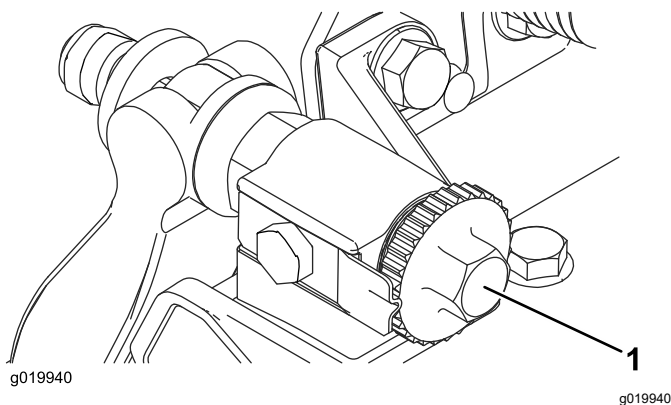

Figure 7
- A. Tournez les vis de réglage de la barre d'appui dans le sens horaire (**Figure 7**), 1 cran à la fois, jusqu'à ce que vous sentiez et entendiez un léger contact.